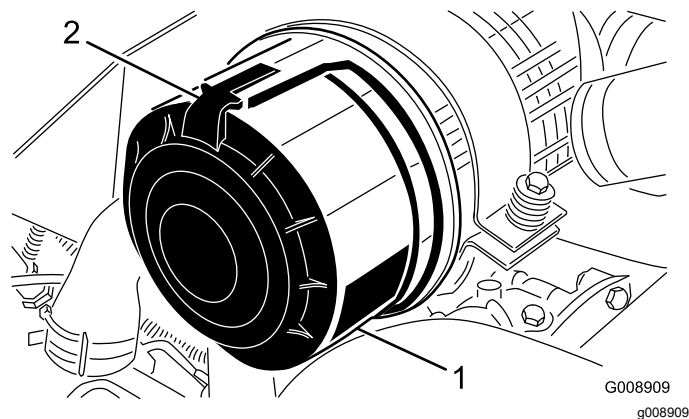

Figura 45
1. Rilasciate i fermi che fissano il coperchio del filtro dell'aria al relativo corpo (Figura 45).